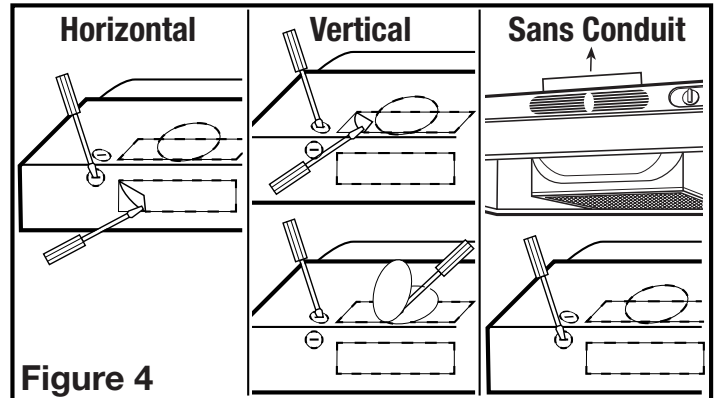

Figure 4
- Horizontal ou Vertical** - Enlever l'alvéole défonçable en insérant un tournevis sous le contour et casser les attaches qui le retiennent en place. Peler avec des pinces (**Figure 4**).
- Sans Conduit** - soulever et retirer les inserts de ventilation de la hotte situés derrière la grille, exposant les fentes à air avant. Ne pas utiliser de tournevis ou tout autre objet qui pourrait égratigner la hotte (**Figure 4**).
- Rond de 17,78 cm (7 po)** - enlever l'alvéole défonçable située sur le dessus de la hotte en insérant un tournevis sous le rebord et briser les attaches qui la maintiennent en place. Peler avec des pinces (**Figure 4**).
- Déterminer où le service électrique entrera dans la hotte et enlever les alvéoles électriques appropriées en insérant un tournevis dans la fente et en en repliant vers l'avant et l'arrière jusqu'à ce que les alvéoles deviennent lâches (**Figure 4**).